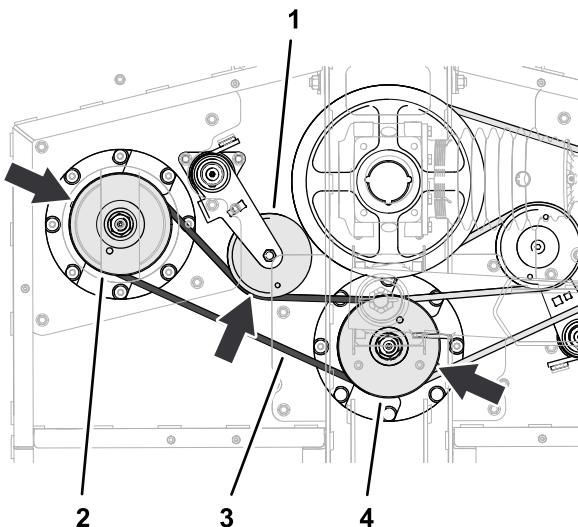

Figura 67
- Disponete la cinghia corta attorno alla puleggia del mandrino di sinistra e la scanalatura inferiore della puleggia del mandrino centrale (Figura 67).